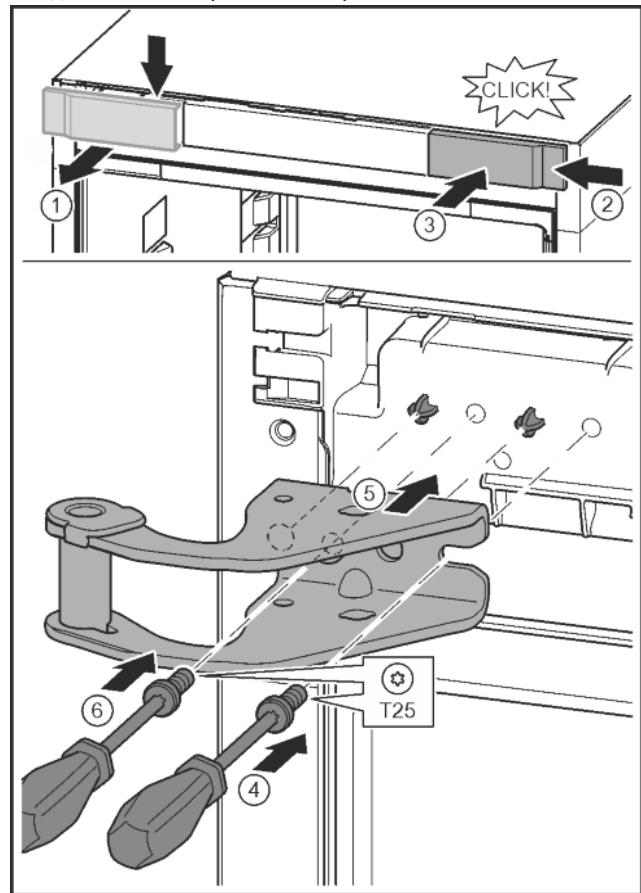

Fig. 11
- ▶ Развийте капака и го свалете настрани. Fig. 11 (1)
- ▶ Закачете капака, завъртян на 180°, от другата страна отъдно. Fig. 11 (2)
- ▶ Фиксирайте капака. Fig. 11 (3)
- ▶ С отвертка T25 поставете винта. Fig. 11 (4)
- ▶ Поставете горната лагерна стойка. Fig. 11 (5)
- ▶ Затегнете винта. Fig. 11 (6)
- ▶ С отвертка T25 поставете винта и го затегнете. Fig. 11 (6)